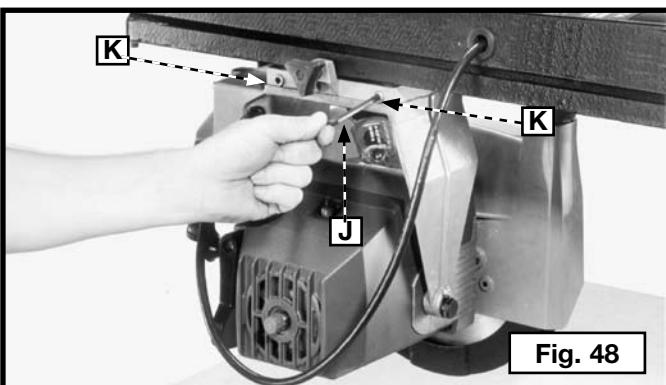

Fig. 48
4. Utiliser une clé hexagonale de 4,8 mm (3/16 po) (J) Figure 48 pour tourner les vis de réglage (K) Figure 48 afin de retirer tout jeu éventuel.
**ATTENTION :** Ne pas trop serrer les vis de réglage (K). Cela pourrait endommager les roulements à billes.
**ATTENTION :** Ne pas desserrer les vis d'ajustement (K) de plus d'1/2 tour. La tête de coupe pourrait tomber du bras.